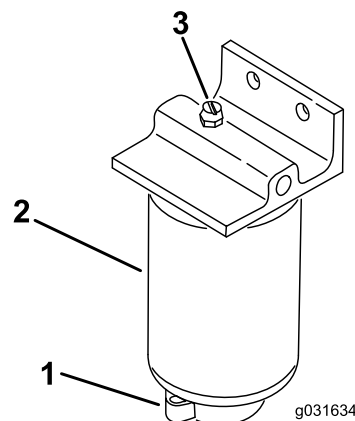

Figura 52
2. Slăbiți valva de golire de la partea inferioară a filtrului (Figura 52).
1. Curățați zona de montare a filtrului (Figura 52).